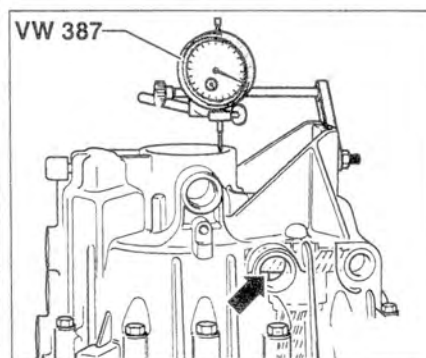

Рис. 5.71. Пропустите рычаг сквозь заливное отверстие и установите его под шестерней 5-й передачи (стрелка).
15. Пропустите рычаг сквозь заливное отверстие и установите его под шестерней 5-й передачи (стрелка) (рис. 5.71).